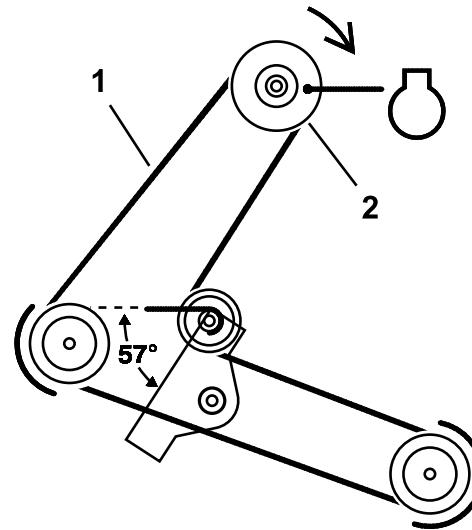

Figure 33
- Enlevez la courroie du plateau de coupe de la poulie d'embrayage électrique (Figure 33).
5. Placez la courroie du plateau de coupe autour de la poulie d'embrayage électrique (Figure 33).